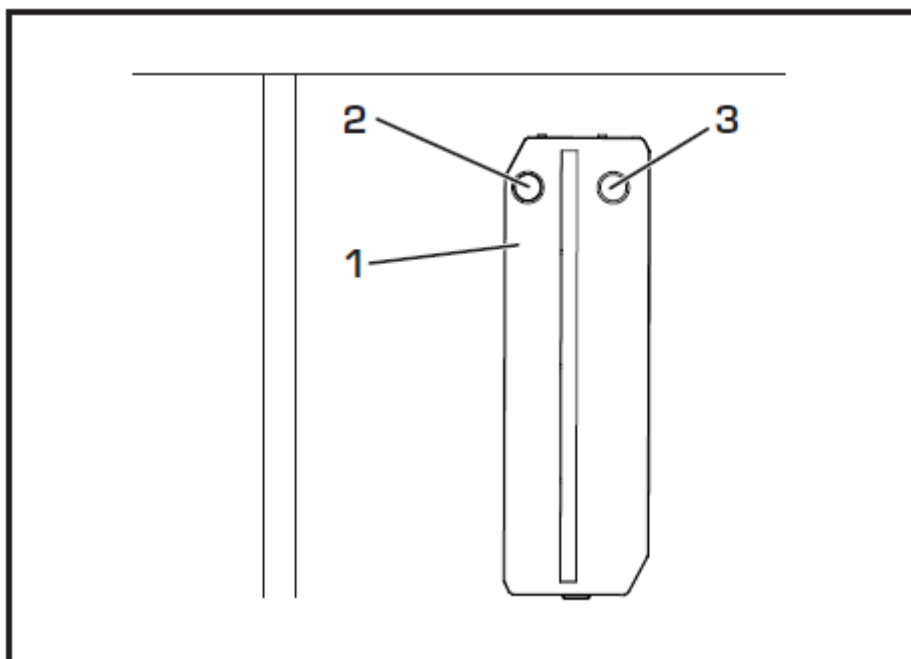

Рис. 11 Пластина для пропила
1. Снимите пластину для пропила (1), вставив палец в отверстие (2 и 3) (см. Рис. 11).